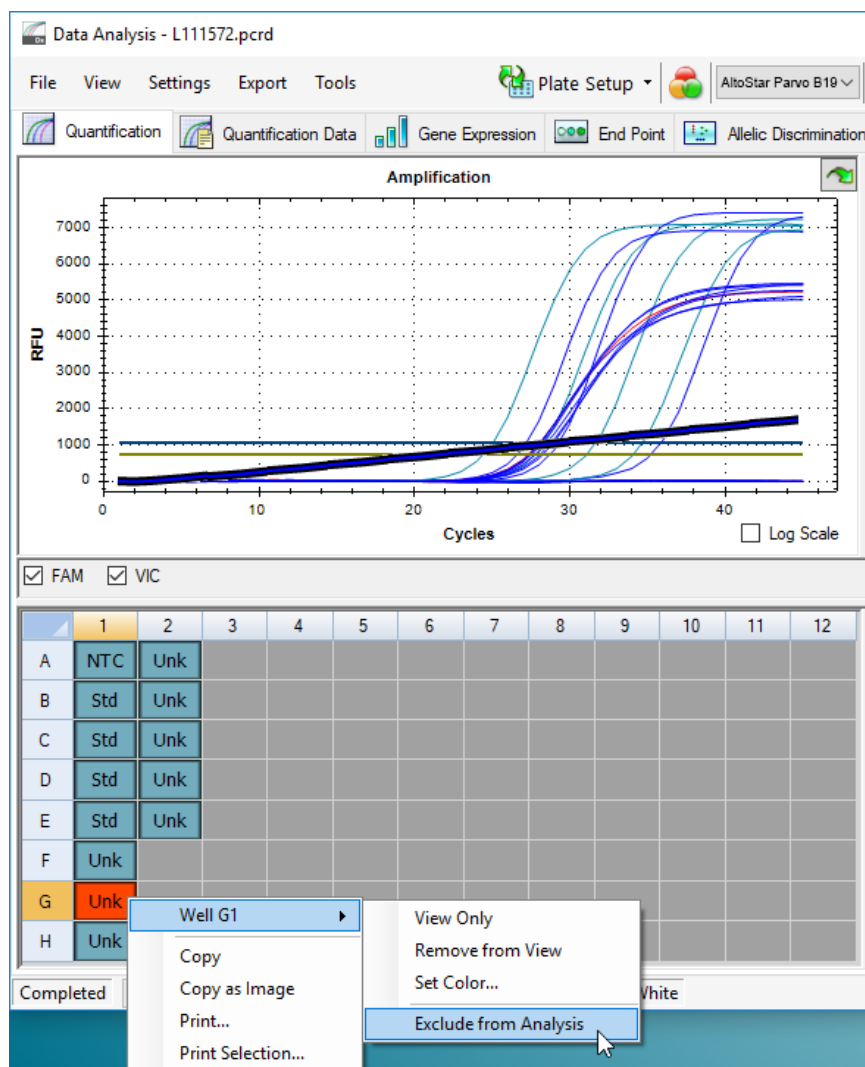

Figura 7: Ventana Data Analysis (análisis de datos): exclusión de un pocillo del análisis
- Haga clic en cada pocillo afectado con el botón derecho del ratón y seleccione **Well...** → **Exclude from Analysis** (pocillo → excluir del análisis) (consulte la figura 7).